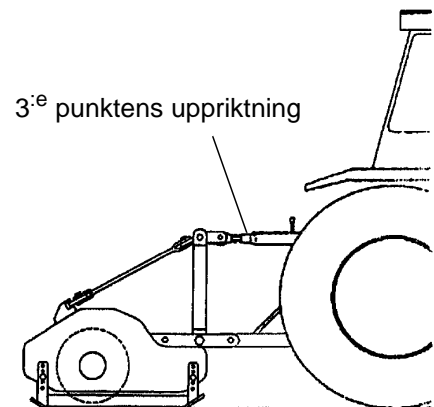

Bild 4-6 Korrekt anslutning
- Skruva fast och dra åt den tredje lyftarmen (bild 4-6).